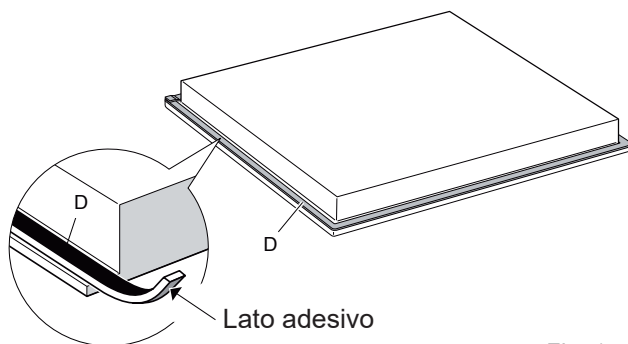

Fig. 1.5
- Stendere la guarnizione "D" intorno al bordo del piano di cottura (fig. 1.5).